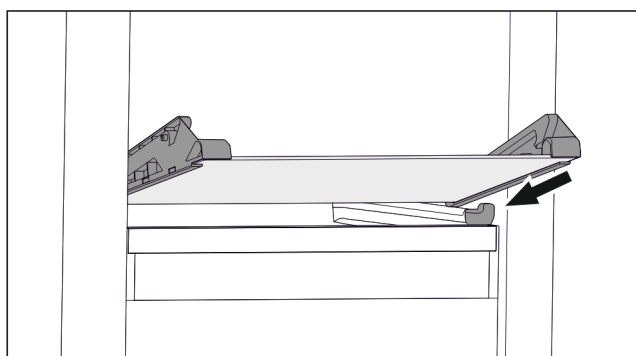

Fig. 64 Skleněná deska odklápěcí zásuvky
- ▶ Nasadte skleněnou desku šikmo za zářičky. (viz Fig. 64)